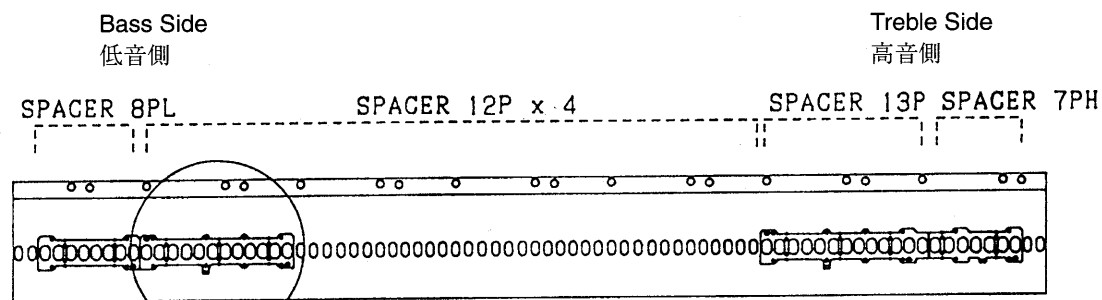
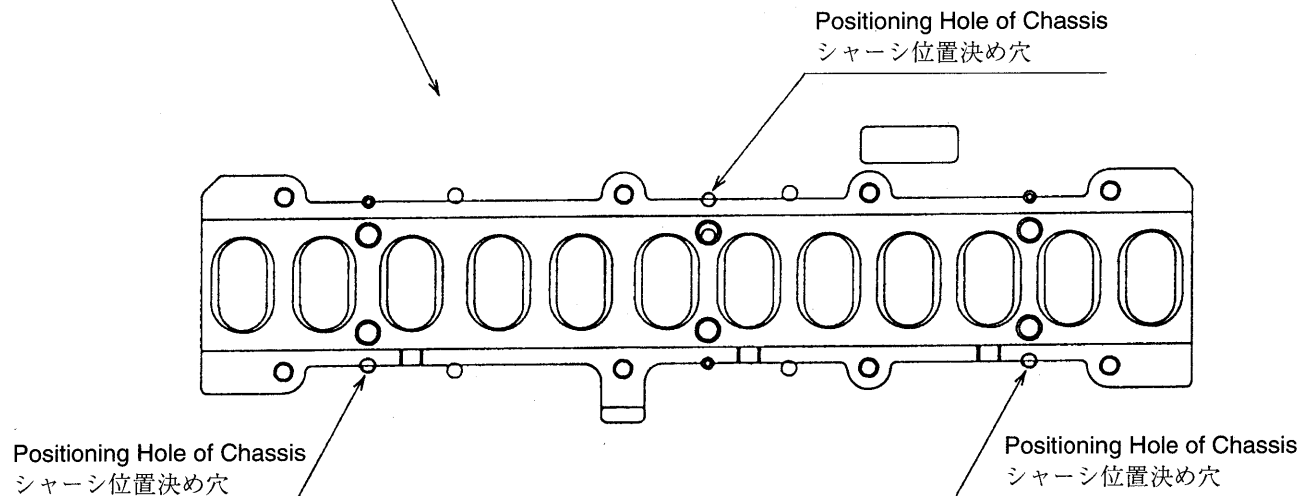

Fig. 1
Fig. 2
1) First, turn the chassis over on the other side, being careful not to reverse the right and left ends. Next, as shown in fig. 1, place SPACER 8PL (1 piece) and SPACER 12P (4 pieces) on the chassis from the left end (the bass side of keyboard), aligning them with the positioning holes provided on the chassis. (Refer to fig. 2.) In the same way, place SPACER 13P on the right side of the chassis (the treble side).
1) まず、シャーシを左右が逆にならないように裏返します。次に、fig. 1に示すように左側（鍵の低音側）より、先ずSPACER 8PLを1個、そしてSPACER 12Pを4個、シャーシの位置決め穴に合わせて順に置いていきます。（fig. 2参照のこと）右側（高音側）にはSPACER 13P、SPACER 7PHを同様に置いていきます。